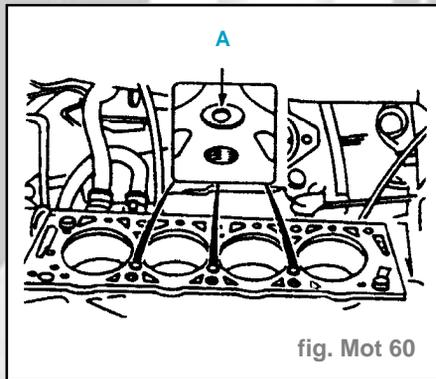

fig. Mot 60
- Nettoyer les trous intercylindres (A) (fig. Mot. 60).